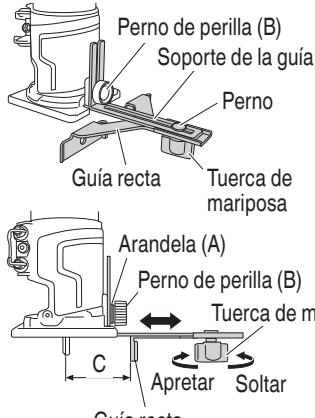

Fig. 20
(1) Coloque la guía recta con el perno de perilla (B) en el conjunto base y fíjela.
(2) Ajuste la longitud "C" desde la broca hasta la superficie de la guía recta aflojando la tuerca de mariposa y moviendo la guía recta según sea necesario. (Fig. 20)